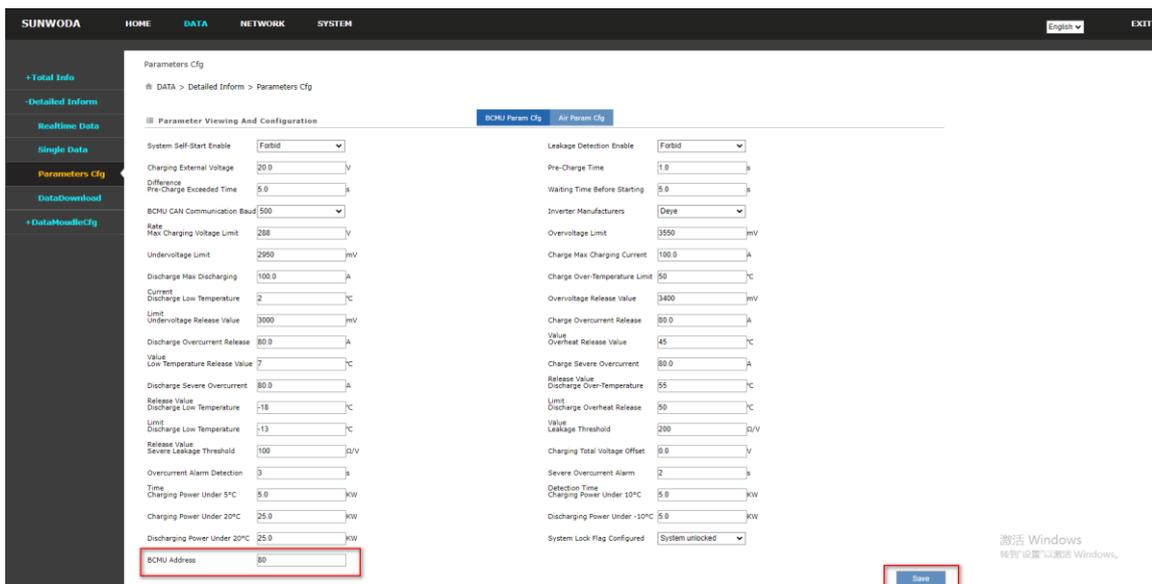

Figura 4.6
(4) Asigne la dirección de la caja de control como "80" en el siguiente pantalla (el gabinete independiente es el host de manera predeterminada) y haga clic en Establecer (Figura 4.6).